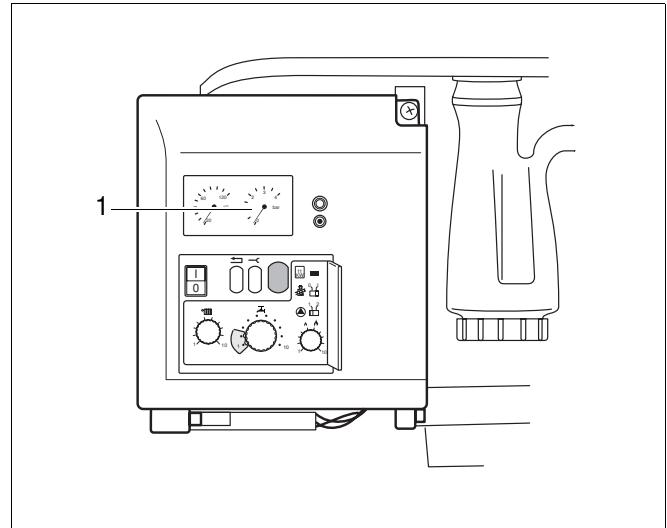

Abb. 1 Druckanzeige
- Wasserdruck überprüfen (Abb. 1, Pos. 1).